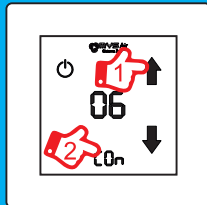

Fig. 9
- 3) Seleccionar el tiempo en segundos, pulsando sobre los iconos **↓↑** y confirmar pulsando de nuevo sobre el icono **CO** para confirmar y salir (Fig. 9).